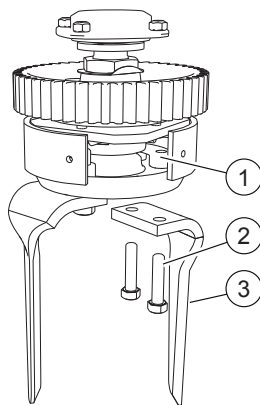

FIG. 46
- Einen Hebel zwischen den zwei Werkzeugen des gleichen Rotors einsetzen und mit Kraft bis zur Blockade (1, Fig. 46) vor der Öffnung drehen.
- Die zwei Schrauben losdrehen (2, "Fig. 46").
- Die Sperrung entfernen (1).
- Das Seitenmesser entfernen (3).